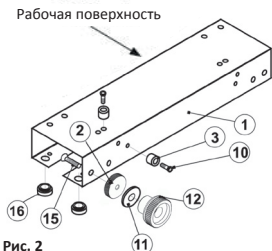

Рис. 2
Рисунок 2: показывает, как собрать узлы, предназначенные для регулировки позиции шаблона. Прежде всего, с помощью шестигранного ключа (входит в комплект) вверните винт (15) в отверстие на корпусе. Наверните на винт (15) стопорную гайку (2A), наденьте шайбу (11) и затяните барашковую гайку (12). Повторите вышеуказанные действия с другой стороны корпуса. Втулки (3) и винты (10) предназначены для позиционирования обрабатываемых заготовок. Приверните винтами (10) втулки (3) к корпусу (1). Прикрепите две втулки (3) в позицию U1 на верхней стороне корпуса, и две - в позицию F1 на передней стороне.